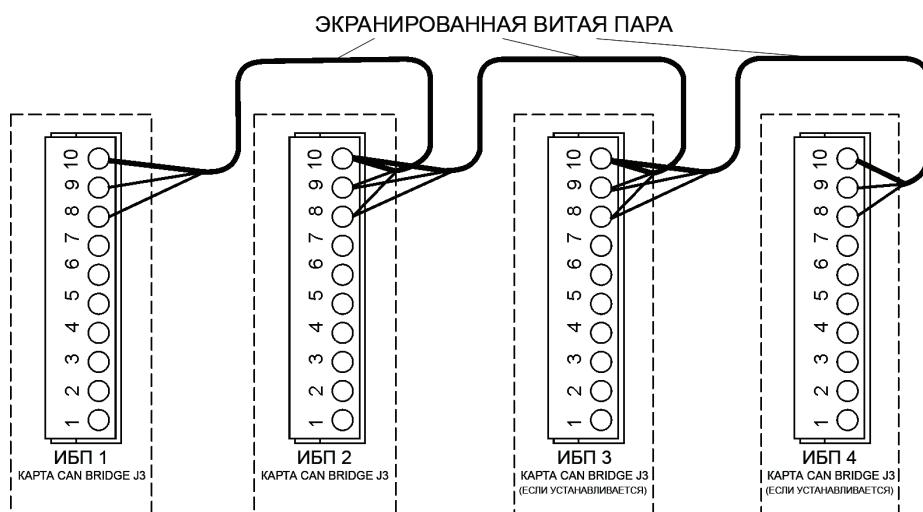

**Рис. 5-3. Установка упрощенной интерфейсной проводки Pull-Chain и CAN системы с распределенным байпасом**
7. Проложите и установите проводку CAN между шкафами ИБП. Расположение клемм карты HotSync CAN Bridge см. на Рис. 5-2 и в Табл. 5-1 на стр. 53, а информацию по подключению проводки на Рис. 5-3, Рис. 5-4 и в Табл. 5-2 на стр. 56.